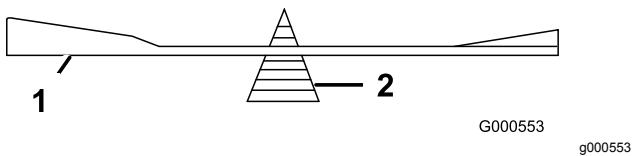

Figure 58
- Vérifiez l'équilibre de la lame en la plaçant sur un équilibrEUR (Figure 58).